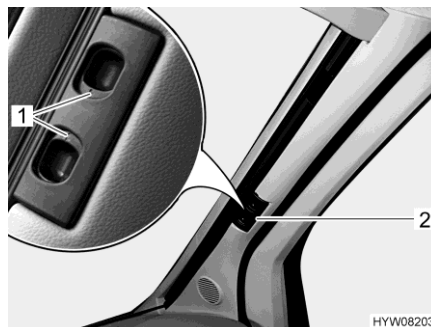

Fig. 37 Estor plegable para la luna delantera
- Empujar ambas mitades del estor plegable para la luna delantera en el tirador (Fig. 37,2) hacia afuera, hasta el tope. Al hacerlo, mover el tirador en posición horizontal en dirección a la escotadura de bloqueo.
- Dejar que engatillen los tiradores de desbloqueo (Fig. 37,1).